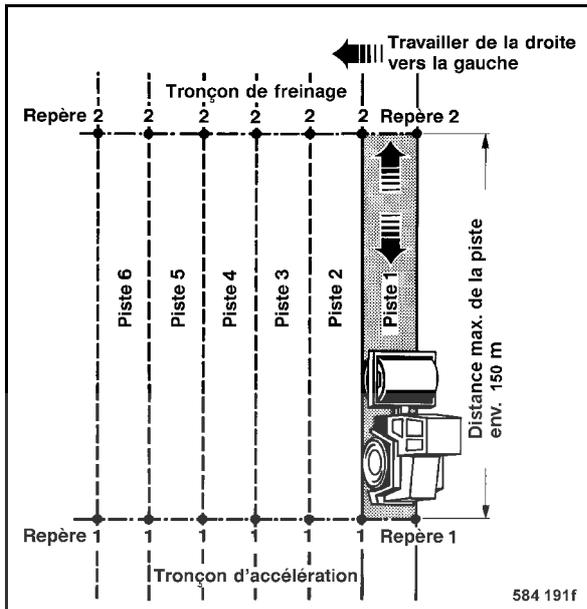

fig. 137
- Marquer la piste à compacter (fig. 137).